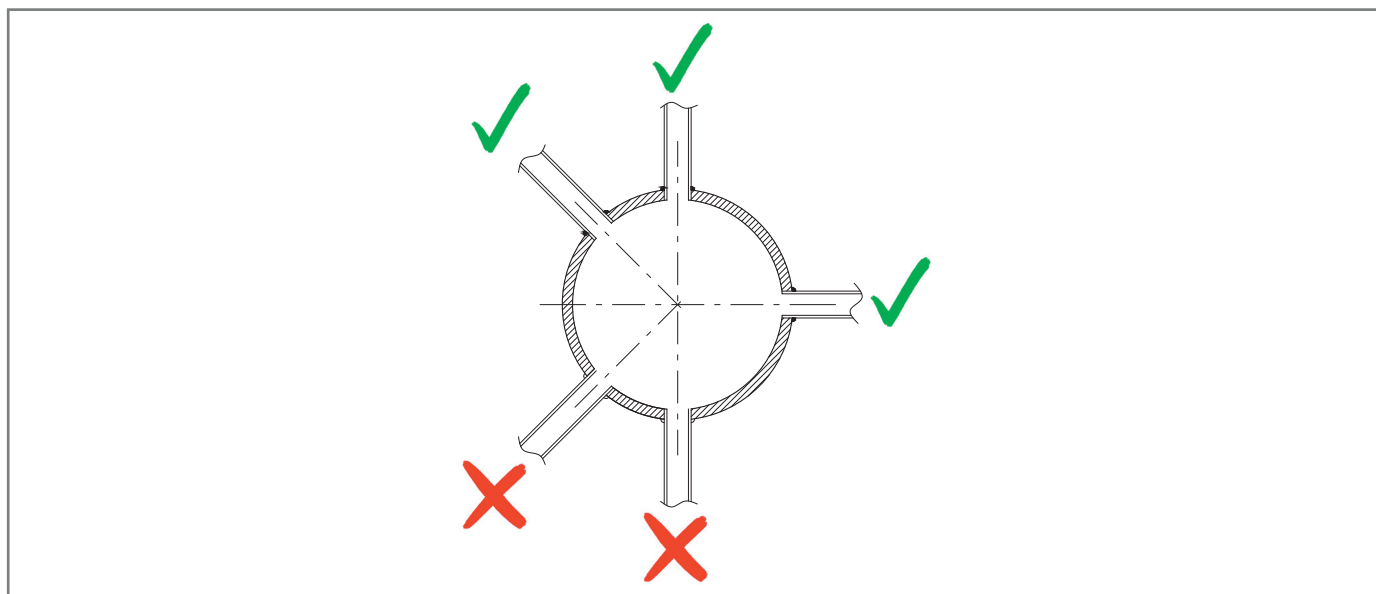

Fig. 6.30. Rörledningens svetsade anslutningar
- anslutningarna för den pneumatiska anslutningen alltid är svetsade till den övre delen eller den horisontella axeln på själva rörledningen (se Fig. 6.30);